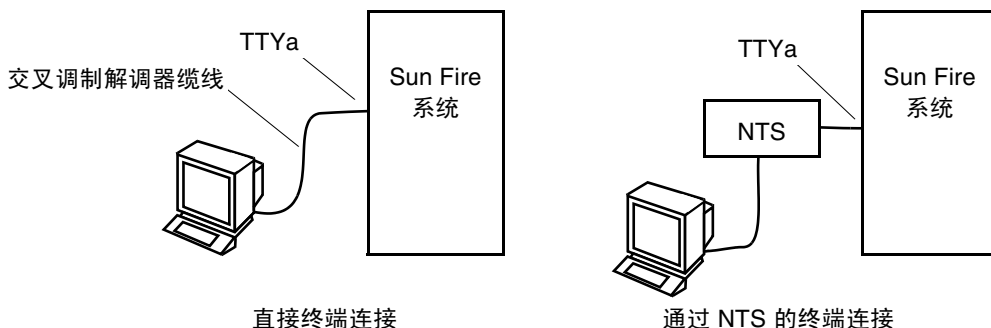

图 3-7 串行缆线连接
2. 将串行缆线的另一端连接到 ASCII 终端或 NTS 服务器（图 3-7）。